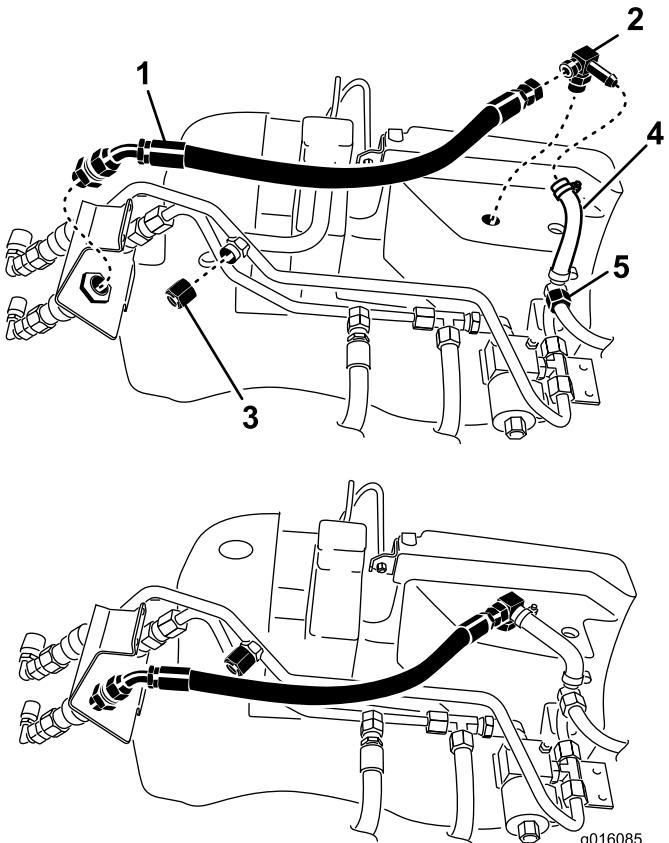

図 9
- 新しい小さい T 字フィッティングを油圧オイルタンクに取り付ける。フィッティングは 図 9 のように組み付ける。
- 先ほど取り外したクランプを使って、新しい小さい細いモールドタイプのホースを新しい T字フィッティングと細い油圧チューブに接続する（図 9）。
- 油圧ラインのポートに油圧キャップを取り付ける（図 9）。
- 新しい油圧ホースをカップラフィッティングと小さい T字フィッティングに仮づけする（図 9）。